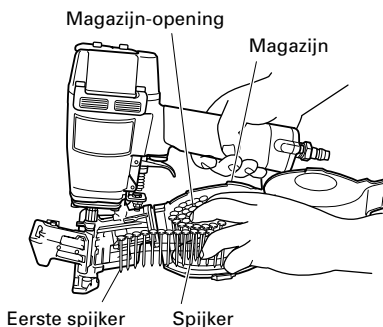

Afb. 2
(2) Stel de positie van de spijkerhouder in aan de hand van de lengte van de spijkers. (Afb. 2)